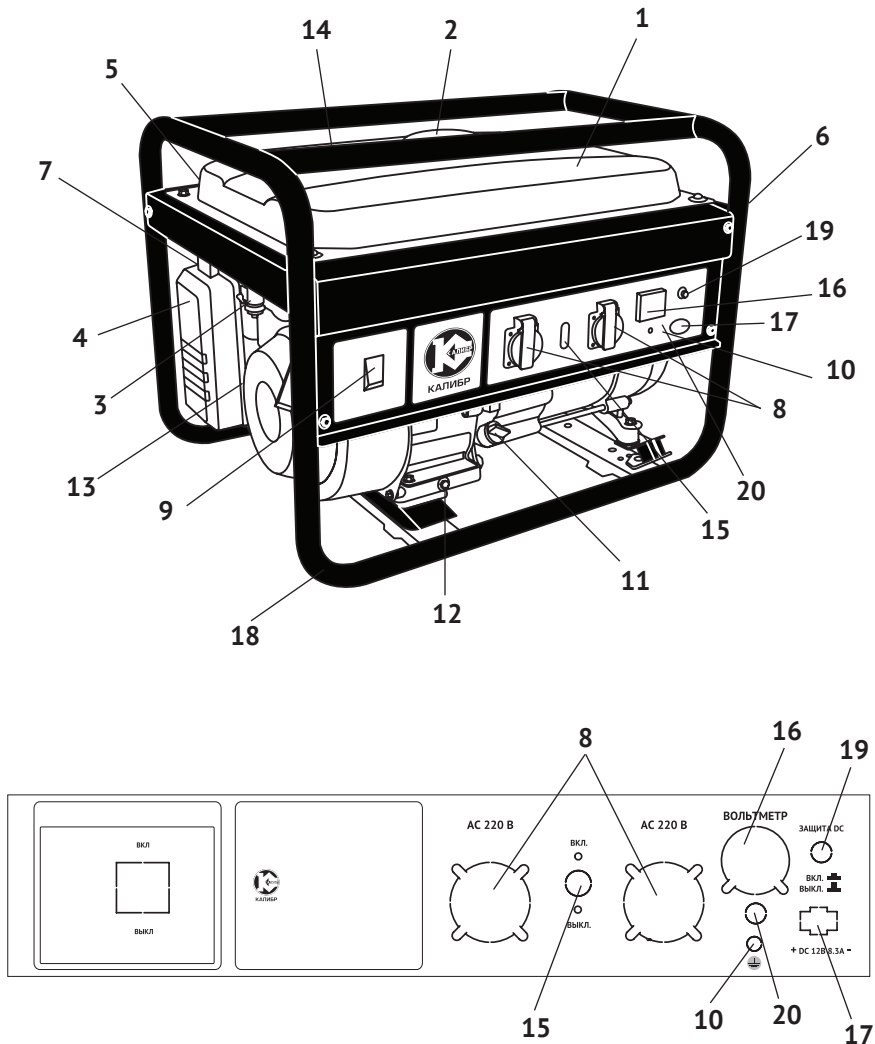

рис. 1
Коленчатый вал, приводимый во вращение возвратно-поступательными движениями поршня двигателя, передаёт крутящий момент на вал якоря генератора. Передача осуществляется через коническое сопряжение ротора генератора и вала двигателя. При этом образуется самоцентрирующаяся трёхопорная схема соединения. С обмоток статора генератора напряжение подводится: через систему стабилизации на розетку переменного тока (рис.1 поз.8); через выпрямительный блок на розетки постоянного тока (рис.1 поз.17).
2.4 Общий вид бензогенератора схематично представлен на рис.1
3.4 Двигатель и генератор закреплены на трубчатой раме (рис.1 поз.18) через амортизаторы, что снижает вибрацию аппарата и уменьшает уровень шума при работе. Все элементы бензогенератора имеют удобный доступ для обслуживания и ремонта.
Электрическая сеть подключения потребителей относится к системе с изолированной нейтралью, предусматривающей защитное заземление открытых токопроводящих частей корпуса. В зависимости от местных условий (состав грунта, его влажность и т.п.) изменяется качество заземления. Во всех случаях защитное заземление должно иметь сопротивление не более 4-х Ом. Во время работы бензогенератора его клемма заземления (рис.1 поз.10) должна быть подсоединена к заземлителю. Практически это требование может быть реализовано следующими способами:
Выкрутите пробку-щуп из маслозаливной горловины (рис.1 поз.11) и залейте в картер масло необходимой марки до нижнего края горловины. Вставьте сухой чистый щуп в горловину картера и выньте его. Проверьте уровень масла: граница смоченной области щупа должна располагаться между отметками минимального и максимального уровней.
- перевести выключатель зажигания (рис.1 поз.9) в положение «ВКЛ.»;
- открыть топливный кран (рис.1 поз.3);
- перевести рычаг управления воздушной заслонкой (рис.1 поз.7) в крайнее левое положение «закрыто» при пуске холодного двигателя (для прогретого двигателя рычаг устанавливается в промежуточном положении);
- резко, с усилием потяните рукоятку стартера (рис.1 поз.13) до упора, повторите действие ещё раз, если двигатель не завёлся.
После прогрева двигателя в течение 10-40 секунд (в зависимости от начальной температуры), перевести рычаг воздушной заслонки (рис.1 поз.7) в крайнее правое положение «открыто».
- перевести выключатель зажигания (рис.1 поз.9) в положение «ВЫКЛ.»;
- закрыть топливный кран (рис.1 поз.3).
- наличие и величина напряжения переменного тока измеряется вольтметром (рис.1 поз.16);
При перегрузке может сработать защита генератора. Проверьте суммарную мощность подключённого оборудования. Отключите лишнее. Включите автомат защиты, утопив кнопку (рис.1 поз.15) до фиксации.